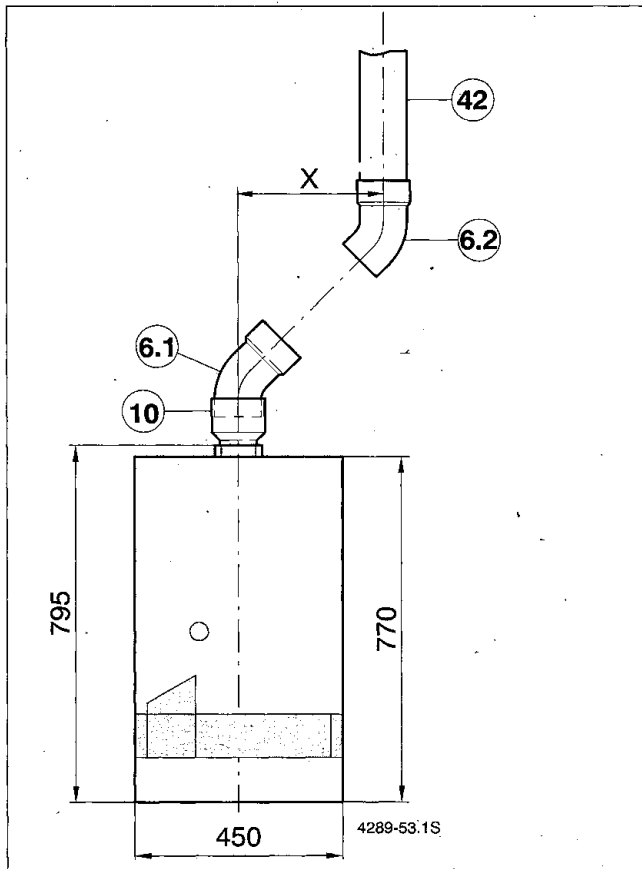

Bild 10
- Ermitteln Sie das Abstandsmaß „X“ (Bild 10).